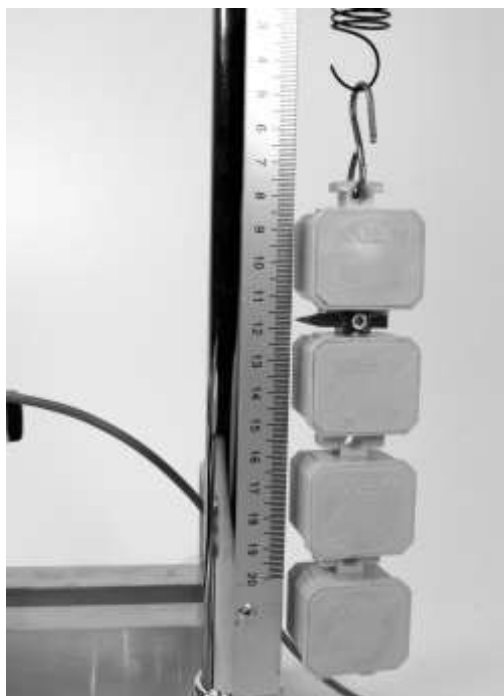

Рис.4
- Зафиксируйте статическое положение нижнего основания третьего груза l_1 на шкале измерительной линейки (рис.4) и запишите результат в таблицу 2.